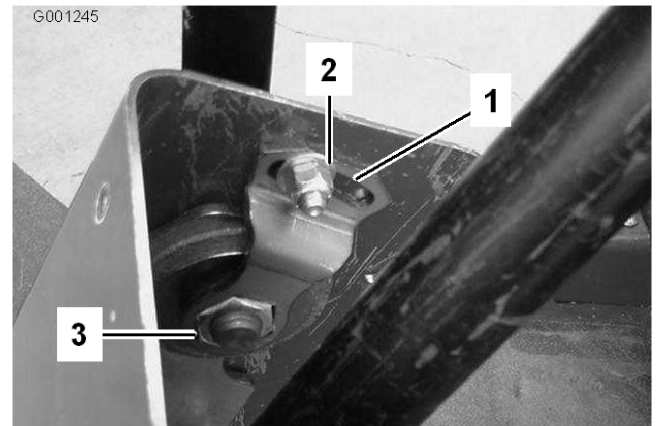

Figure 68
2. Faites coulisser le couvercle en haut de l'arbre de direction pour exposer le support de pivot (Figure 68).
3. Desserrez le petit écrou et tournez le support de pivot jusqu'à ce qu'il serre le gros écrou situé dessous (Figure 68).